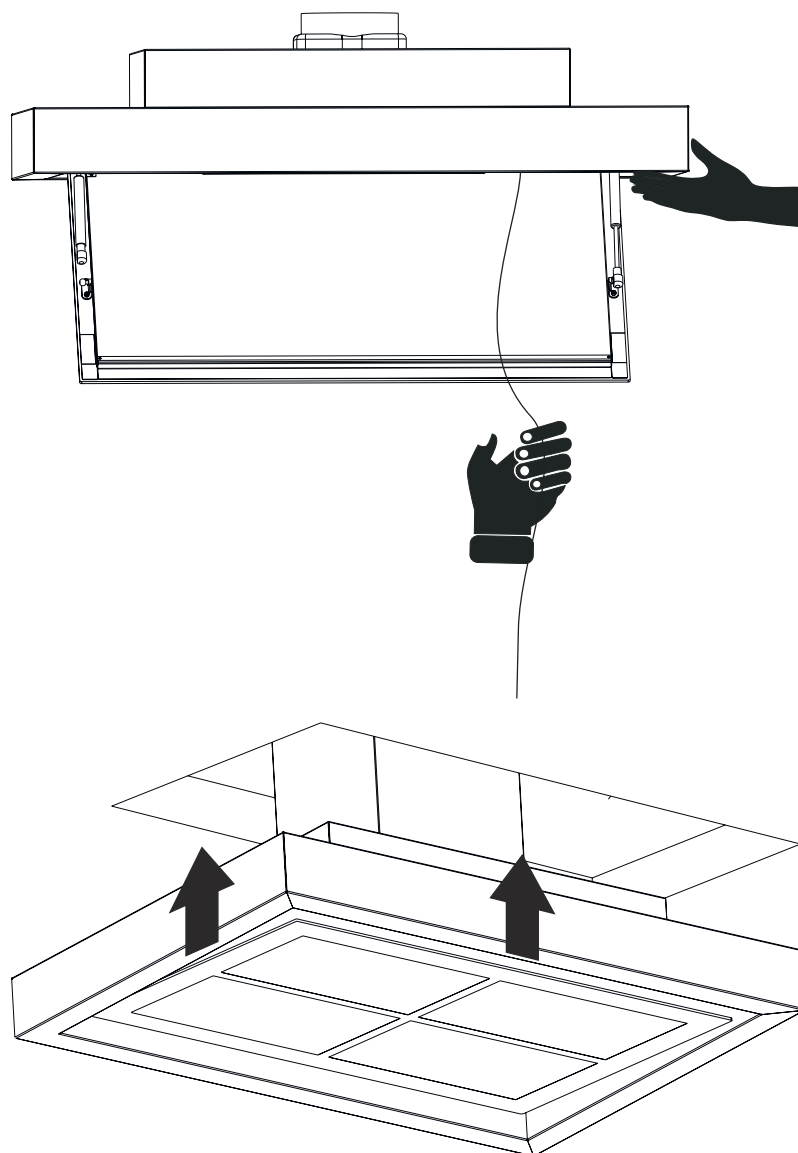

Fig. 12
**6.** ➡ För att hissa upp fläkten med stålvejarna; lyft den med en hand på kortsidan och dra i stålvejarna, en efter en. Gör detta växelvis på fläktens kortsidor. Varje gång man drar i stålvejarna låser säkerhetslåset dem (Fig. 12). När fläkten har hissats upp till taket och det inte går att dra mer i stålvejarna ska dessa rullas ihop och placeras i förvaringsutrymmet.